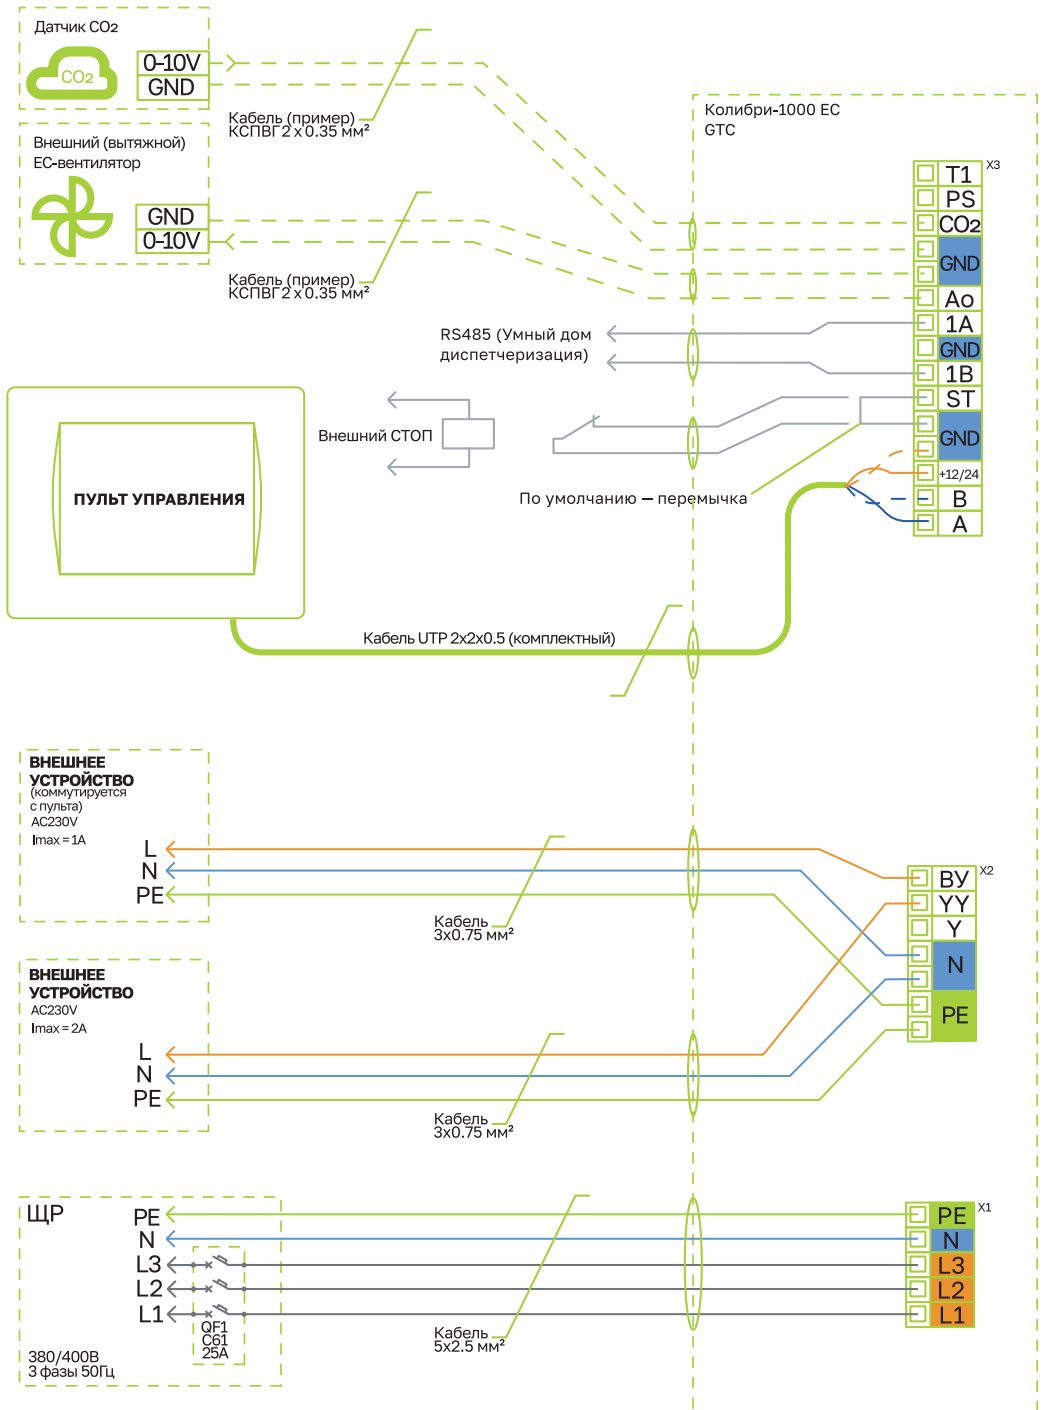

рис. 4
Подключение Колибри-1000 ЕС производится в соответствии со схемами (См. Рис. 4 и Рис. 5), «пропуская» кабели через установленные в корпусе гермовводы (11).